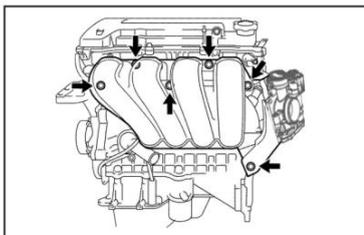

*Рисунок II-66*
5. Отвернуть 4 болта, 2 гайки (см. *Рисунок II-66*), 2 кронштейна, затем сам впускной коллектор и дроссельную заслонку.